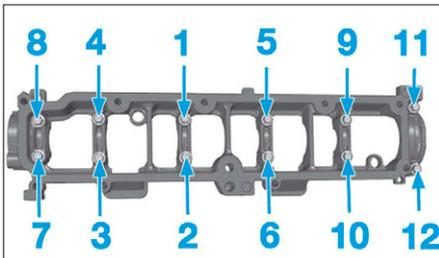

FIG. 91
- Presser au couple les vis du carter palier (Fig.91).